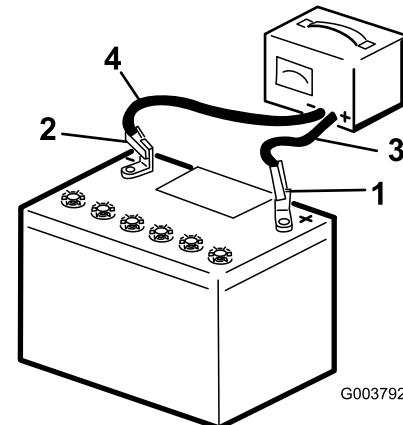

図 82
3. バッテリーのプラス端子にプラスケーブルを接続する図 82。
4. バッテリーのマイナス端子にマイナスケーブルを接続する図 82。
6. 充電が終わったら、充電器のプラグをコンセントから抜いてから、充電用のリード線をバッテリー端子から外す図 82。